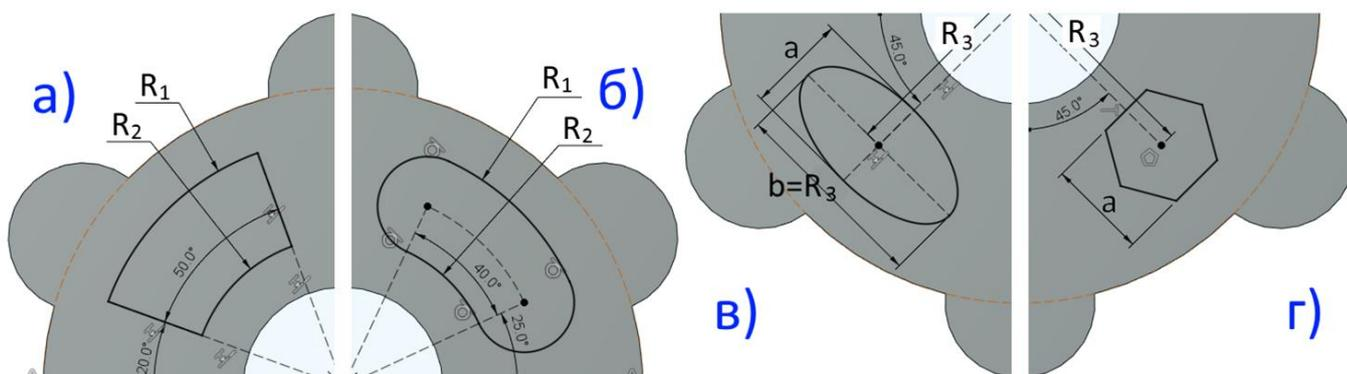

Рис. 5.7. Вид та розміри прорізи
3. На передній грані отриманого елемента побудувати ескіз прорізи. Форму (рис. 5.7) та розміри прорізи прийняти за варіантом.